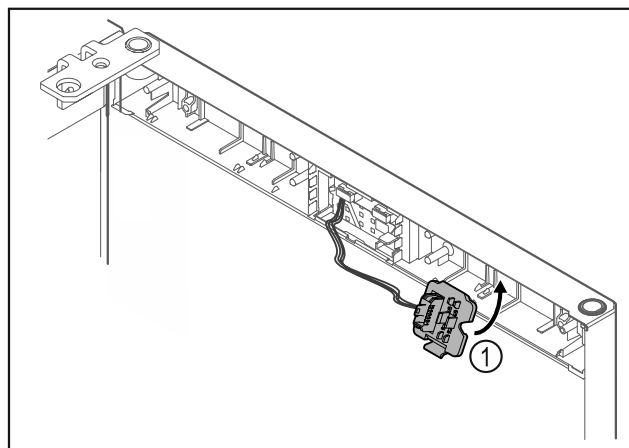

Fig. 19
- Zaistite držiak zástrčky Fig. 19 (1) na opačnej strane.